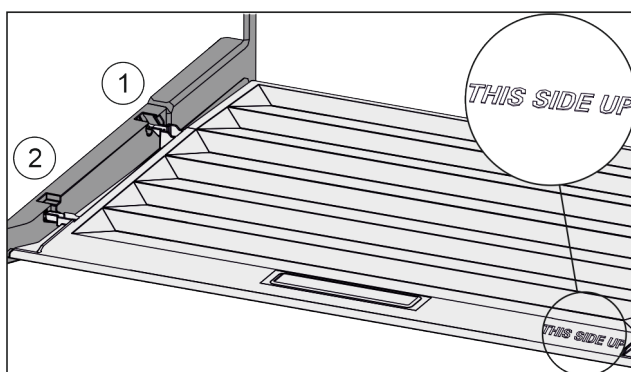

Fig. 148
- ▶ Anbring dækslets tappe over åbningen i den bageste holder Fig. 148 (1), og lad dem gå i indgreb i forreste holder Fig. 148 (2).